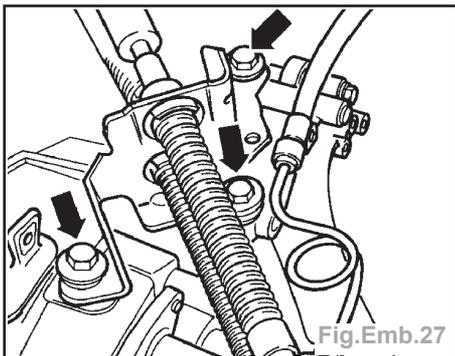

Fig.Emb.27
- Extraire les vis fixant le support des câbles dans la boîte de vitesses (flèches) (Fig.Emb.27).